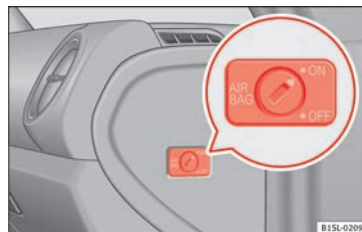

Fig. 17 En el lado del acompañante: interruptor de llave para activar y desactivar el airbag frontal del acompañante.
- Con ayuda de la llave del vehículo, gire el interruptor de llave a la posición **OFF** » **fig. 17.**
- Con ayuda de la llave del vehículo, gire el interruptor de llave a la posición **ON** »» **fig. 17.**